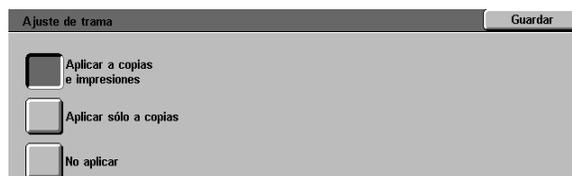

Figura 50: Ajuste de trama
- Para Ajuste de trama, pulse el cuadro que indica la aplicación adecuada del ajuste, tal y como ilustra la Figura 50.